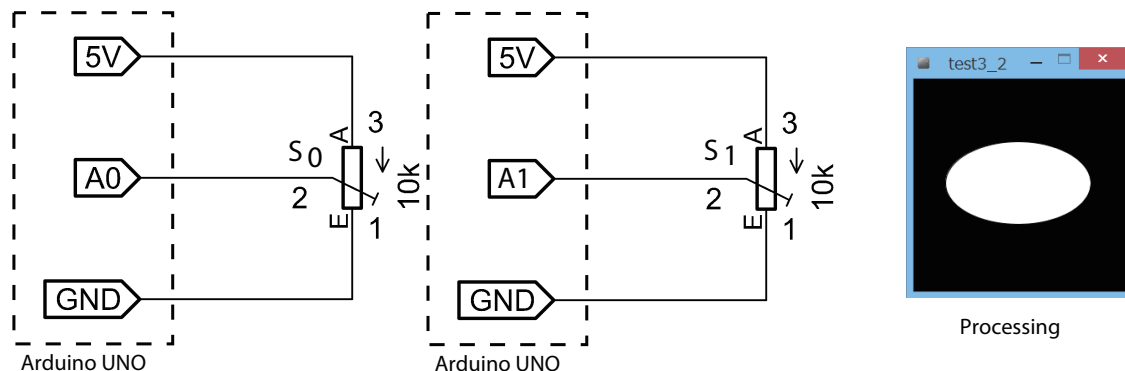

図 4.4: 2つの半固定抵抗により変化する2点 S0 と S1 の電圧値を楕円の横幅と縦幅でリアルタイムに可視化。
- 図 4.4 に示す回路を Arduino とブレッドボードを用いて構成し、2 つの半固定抵抗を回して変化する 2 点 S0 と S1 の電圧値を Arduino の A0 ポートと A1 ポートで観測。
1. 図 4.4 に示す回路を Arduino とブレッドボードを用いて構成。
1. XBee シールドを Arduino に装着する。XBee モジュール (Router) を XBee シールドに取り付ける。図 4.4 に示す回路を Arduino とブレッドボードを用いて構成 (作成済み)。